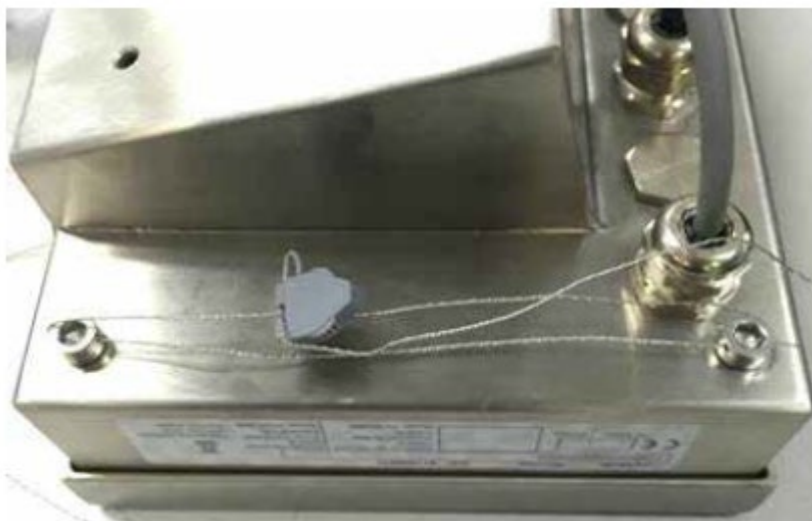

Figura 2-15: Método de sellado
2. Pase el alambre de sellado a través de dos pernos de sellado adyacentes y luego fije el retenedor del sello como se muestra en la Figura 2-15.